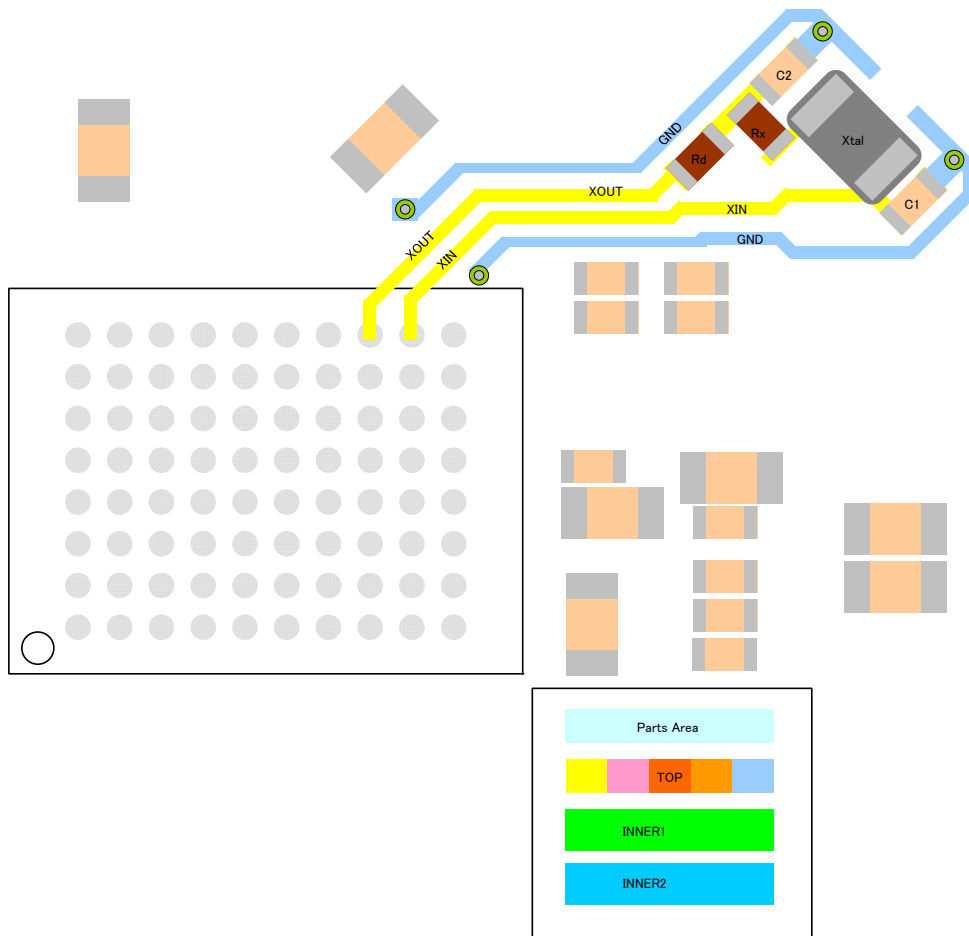

图. 1-7: RTC 模块版图绘例(最上层)
- (1) 将晶振单元尽可能近的布于RC5T619-1xxx附近，连接路径应尽可能短的布于同一层且不要在上面画过孔，并且不要加入检测线(Monitoring Line)等冗余线。
- (2) 将输入输出电容 (C1 / C2 图.1-7)尽可能近的布于晶振单元附近来减少额外的寄生阻抗与电容。
- (3) 预先画出 Rx 与 Rd 的焊盘图形，当振荡器超过它的驱动级别规格时，需要添加 Rx/Rd 进行调整。
- (4) 将振荡电路的 GND 与元件层(component layer)的特殊 GND 层相连，并且通过穿孔或者过孔与内部 GND 连在一起。